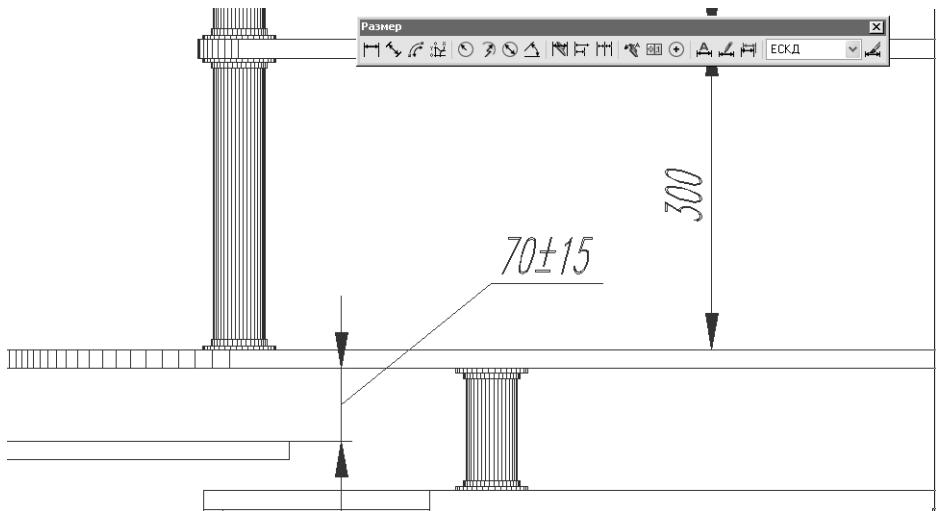

Рис. 11.40 ▼ Размерный объект обновлен
- AutoCAD предложит выбрать объект, стиль которого нужно обновить. Щелкните на размере 70 мм и нажмите **Enter** для завершения выбора. На чертеже появятся стрелки, в соответствии с параметрами перекрытого стиля **ЕСКД** (рис. 11.40).